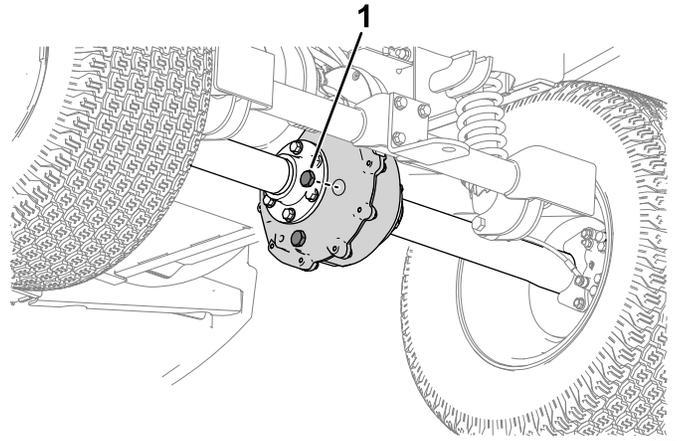

Figura 46
- Retire el tapón de llenado del transeje (Figura 46).
- Si el nivel de fluido es bajo, retire el tapón de llenado y añada fluido del tipo especificado indicado en [Cambio del fluido del transeje \(página 41\)] hasta que salga del orificio (Figura 46).